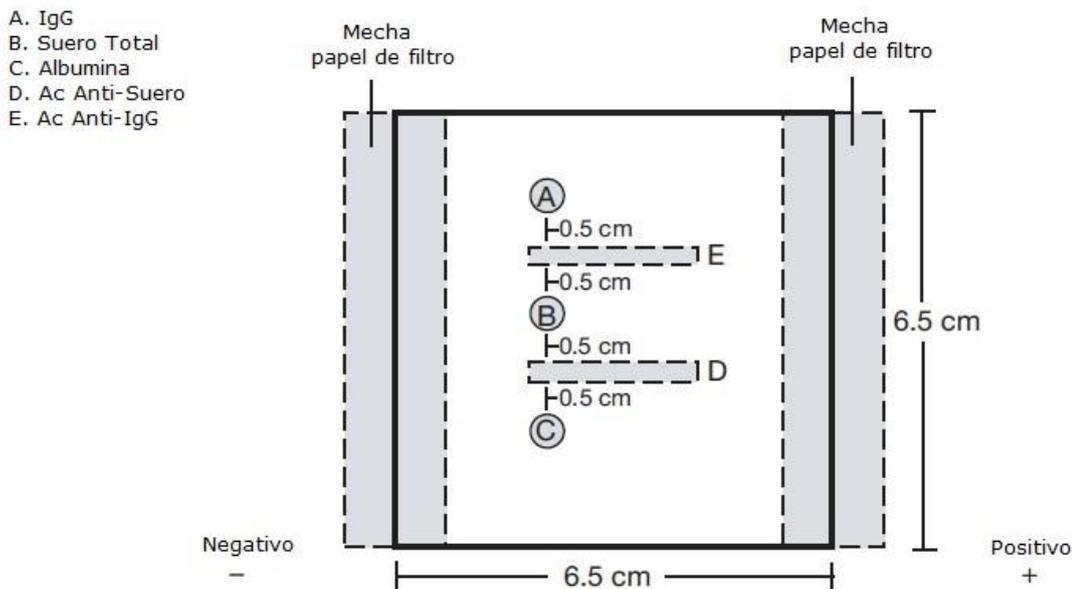

Figura 2: Plantilla para la Inmunolectroforesis.
- Antes de que la agarosa fundida se solidifique, coloque el molde en el centro de la bandeja para formar simultáneamente los canales. Vea la plantilla de la **Figura 2**.
7. Preparar las mechas de electroforesis cortando el papel de filtro en tiras de aproximadamente 7 x 3 cm. Los extremos de las mechas deben ser lo suficientemente largos para extenderse dentro del tampón de electroforesis en la cámara (ver **Figura 2**).